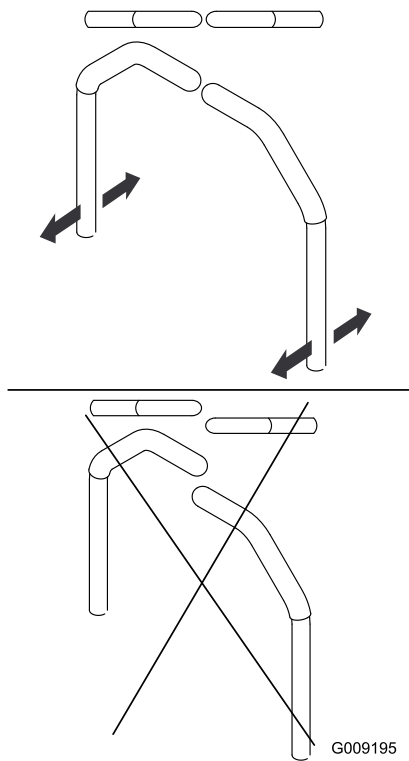

Figure 56
7. Réglez l'alignement avant/arrière des leviers en les plaçant tous deux à la position POINT MORT, puis faites-les coulisser jusqu'à ce qu'ils soient alignés, et serrez les boulons (Figure 56).